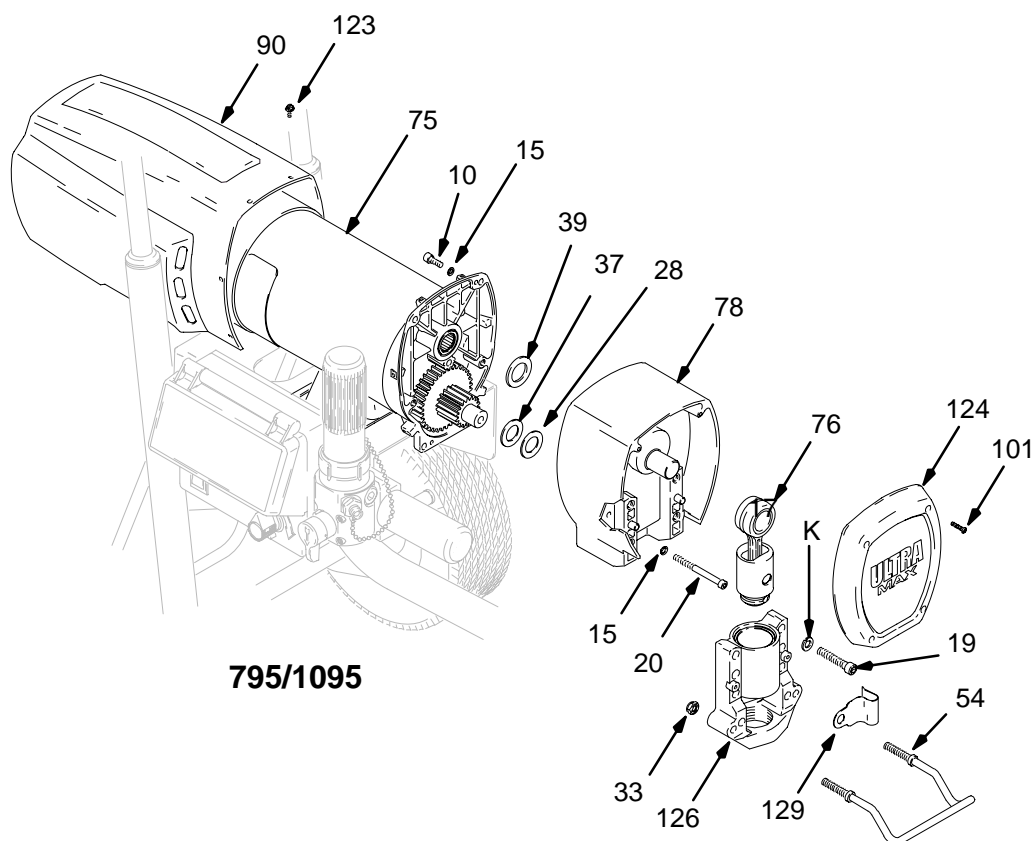

Рис. 15
2. Снимите насос (79); см **Замена поршневого насоса**, стр. 23.
3. См. Рис. 15. Удалите четыре винта (39) и снимите кожух (90).
4. Удалите четыре винта (104) с шайбами (17).
5. Удалите четыре винта (40) и снимите переднюю крышку (100).
6. Удалите две гайки (33), снимите подвеску емкости (54) и пружинный зажим (95).
7. Удалите два винта (105) с шайбами (17).
8. Снимите корпус привода (78) с электродвигателя (75).
9. Выдвиньте шатун (76) из корпуса привода.
1. Вдвиньте шатун (76) в корпус привода.
2. Наденьте корпус привода (78) на электродвигатель (75).
3. Установите шайбы (17) и два винта (105).
4. Установите пружинный зажим (95), подвеску емкости (54) и две гайки (33).
5. Установите переднюю крышку (100) и закрепите ее четырьмя винтами (40).
6. Установите шайбы (17) и четыре винта (104).
7. См. Рис. 15. Установите кожух (90) и закрепите его четырьмя винтами (39).
8. Установите насос (79); см. **Замена поршневого насоса**, стр. 23.
- Снимите насос (79); см **Замена поршневого насоса**, стр. 23.
- См. Рис. 15. Удалите четыре винта (123) и снимите кожух (90).
- Удалите четыре винта (10) с шайбами (15).
- Удалите четыре винта (101) и снимите переднюю крышку (104).
- Удалите две гайки (33), снимите подвеску емкости (54) и пружинный зажим (129).
- Удалите четыре винта (19) с шайбами (17) и извлеките корпус подшипника (126) из корпуса привода (78).
8. Удалите два винта (20) с шайбами (15) и снимите корпус привода (78) с электродвигателя (75).
- Вдвиньте шатун (76) в корпус привода.
- Наденьте корпус привода (78) на электродвигатель (75) и закрепите его двумя винтами (20) с шайбами (15).
- Установите корпус подшипника (126) в корпус привода (78) и закрепите его четырьмя винтами (19) с шайбами (17).
- Установите пружинный зажим (129), подвеску емкости (54) и две гайки (33).
- Установите переднюю крышку (124) и закрепите ее четырьмя винтами (101).
- Установите четыре винта (15) с шайбами (10).
- Рис. 15. Установите кожух (90) и закрепите его четырьмя винтами (123).